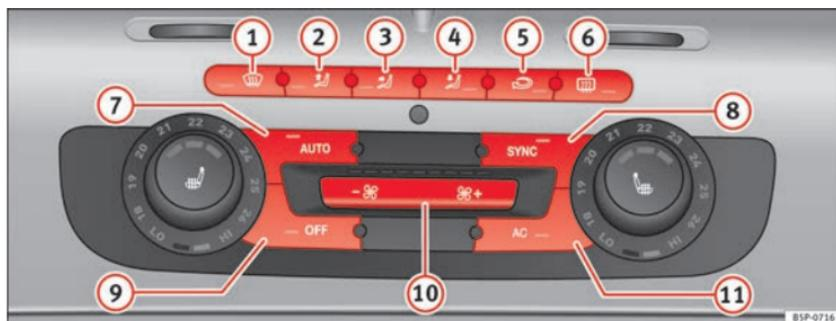

Fig. 133 Mandos del 2C-Climatronic en el tablero de instrumentos
- Gire las rulinas de regulación de temperatura ⇒ fig. 133 para ajustar la temperatura del lado izquierdo y derecho respectivamente.
- Pulse la tecla **AUTO** ⇒ fig. 133. Aparece “AUTO High” en el display de la radio (velocidad de turbina alta).
- Pulse de nuevo la tecla **AUTO** ⇒ fig. 133. Aparece “AUTO Low” en el display de la radio (velocidad de turbina baja).